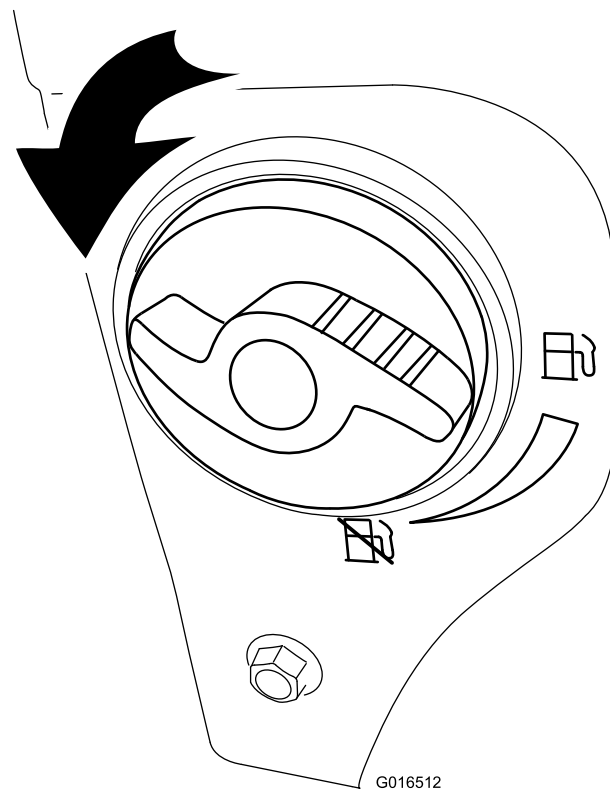

Figure 24
2. Ouvrez le robinet de carburant en le tournant de 1/4 de tour dans le sens antihoraire (Figure 24).